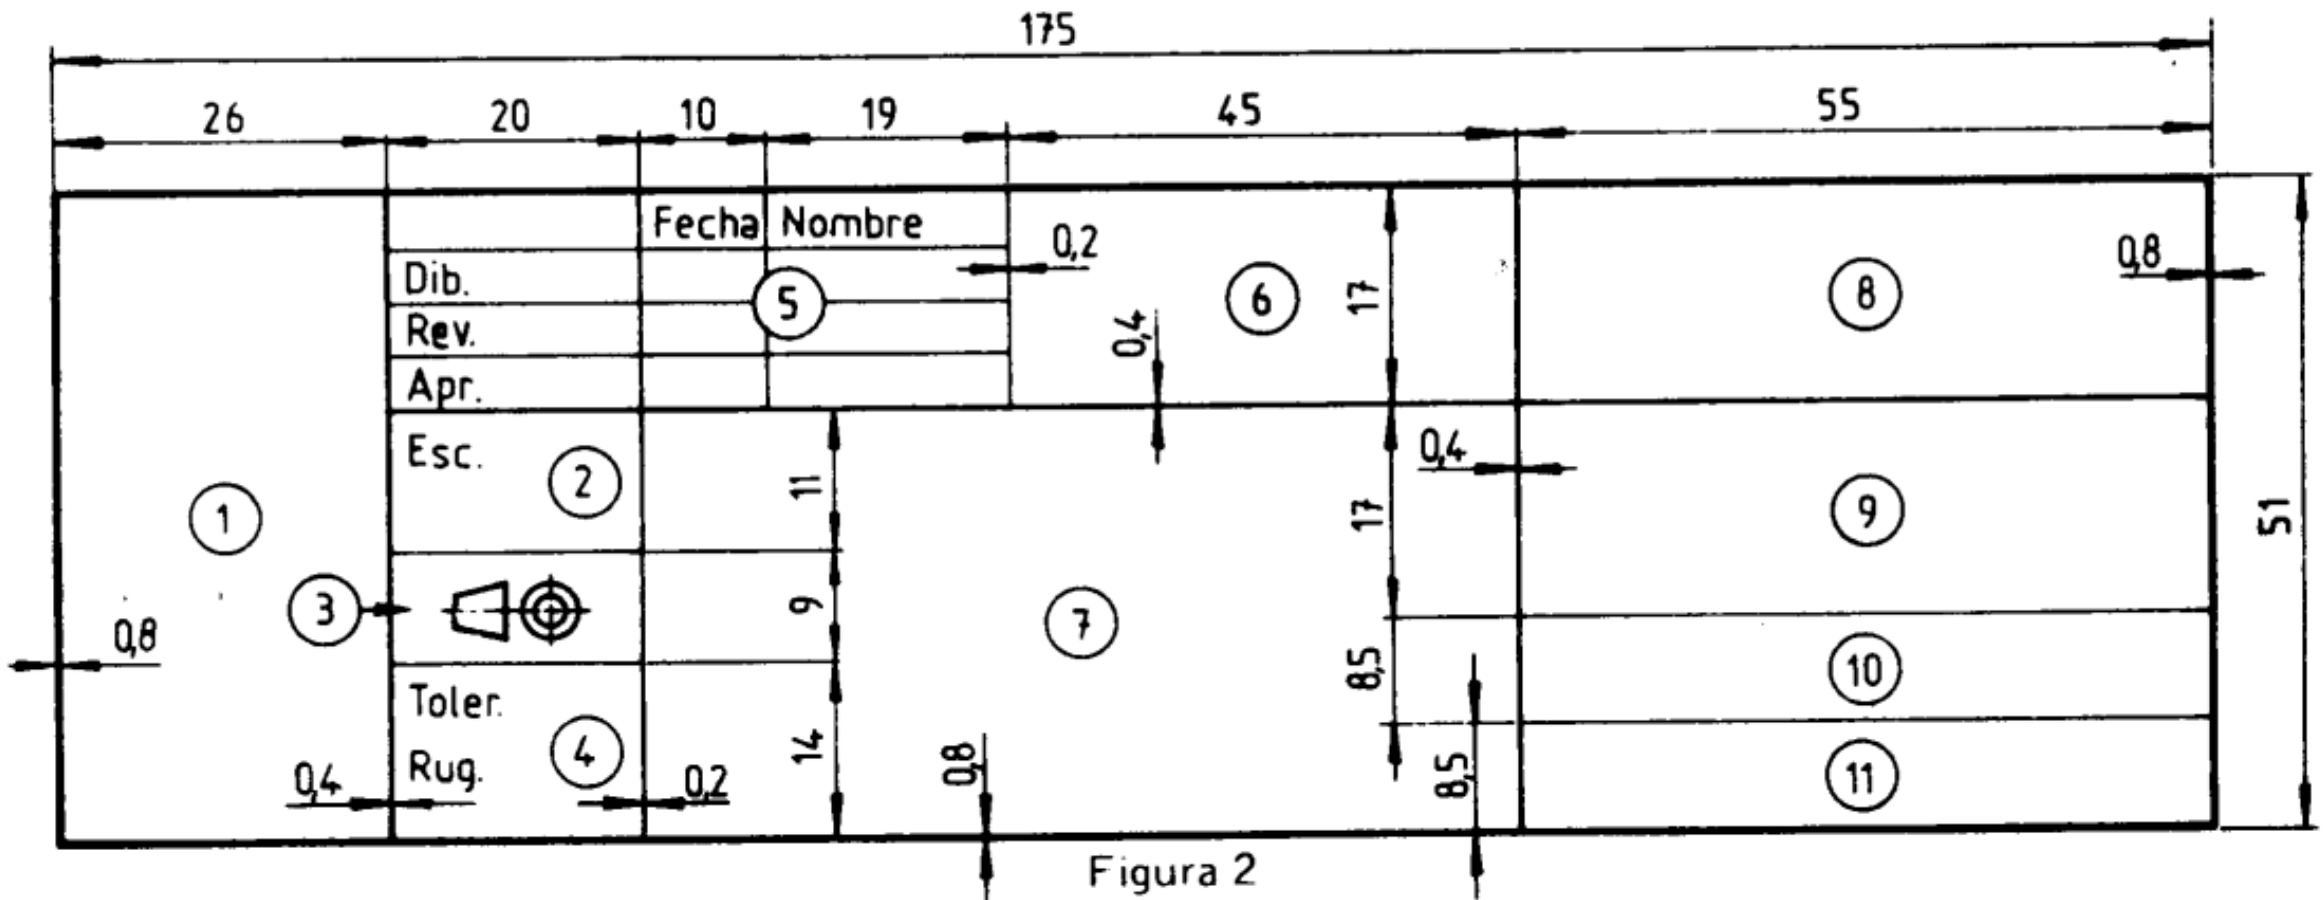

Figura 2
13) Clave o número representado, cuando en (9) de la figura 2 se consigna la clave o número de un cliente que utiliza el mismo plano. Si no correspondiere, (13) integrará el (12).